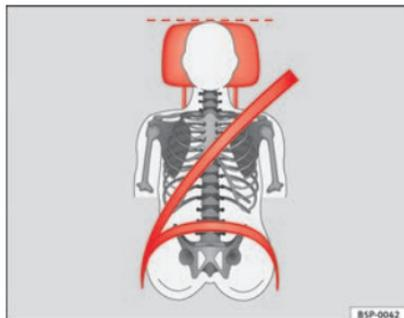
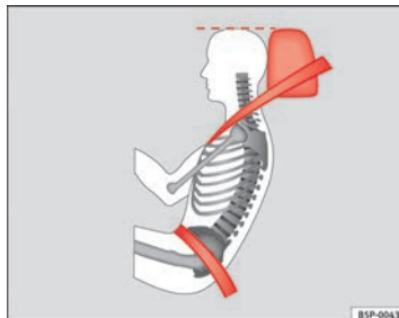

Fig. 89 Vista de frente: encosto de cabeça e cinto de segurança ajustados correctamente
Fig. 90 Vista de lado: encosto de cabeça e cinto de segurança ajustados correctamente
- Ajustar o encosto de cabeça de modo a que o rebordo superior do mesmo fique alinhado com a parte superior da cabeça, no mínimo à altura dos olhos ⇒ Fig. 89 e ⇒ Fig. 90.